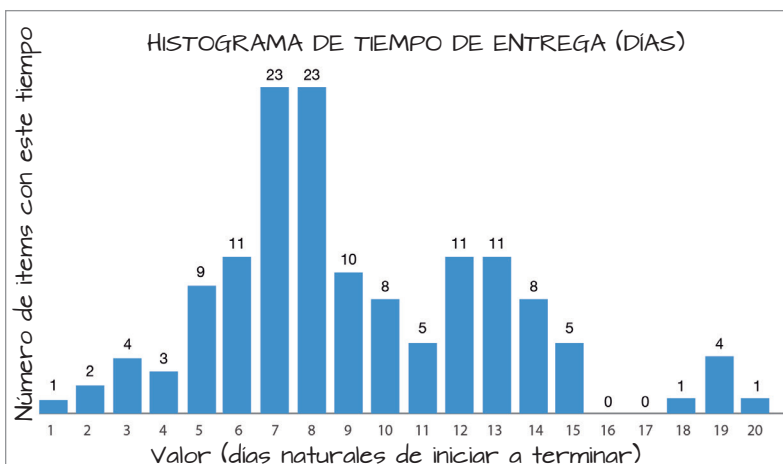

Figure 15 Histograma de distribución de Tiempo de entrega
- **Histogramas** de distribución de los tiempos de entrega y las tasas de entrega (ver ejemplo en la Fig 15)
La información sobre la distribución es necesaria para que la previsión probabilística sea eficaz. La Fig 15 muestra un ejemplo de